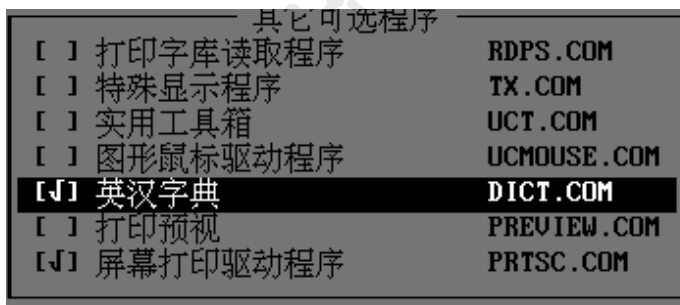

图 6-26 加载 UCDOS 实用程序
2) UCDOS 提供了 7 种实用应用程序可供加载，设置后在启动计算机时装入计算机的内存中。要加载实用程序可以在 SETUP 界面中将光标移到“选择其它可加载模块”一栏，回车后看到如图 6-26 所示界面。